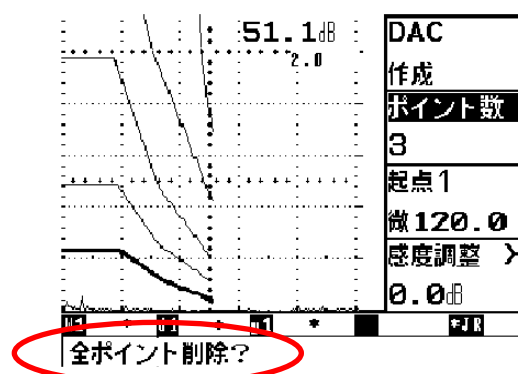

図 10 DAC の削除
- ②全ポイントを削除するには、ポイント数の横の **←** キーを押し、右ダイヤルを向こうに回すと“**全ポイント削除？**”のメッセージ(図 10 参照)が表示され、**確定** キーを押すとすべての線が消去される。
- ③間違えた場合は、DAC 横の **←** キーを押して、次に、ポイント数の横の **←** キーを押すことで最初の消去のところに戻る。又は、**戻る** キーを押すと元に戻る。